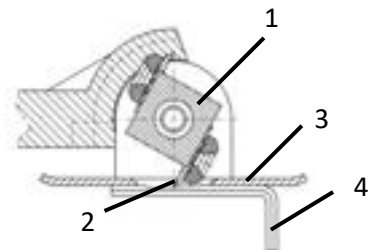

Fig. 11: Regolazione dei coltelli
- > Sostituire il coltello (2 - Fig.11) se necessario.
- > Ruotare il rullo (1 - Fig.11) in modo che il coltello sporga al massimo attraverso la piastra di guida (3 - Fig.11).
- > Posizionare la chiave a brugola (4 - Fig.11) sulla piastra di guida in modo che l'intaglio con la profondità di taglio desiderata sia sotto il coltello.